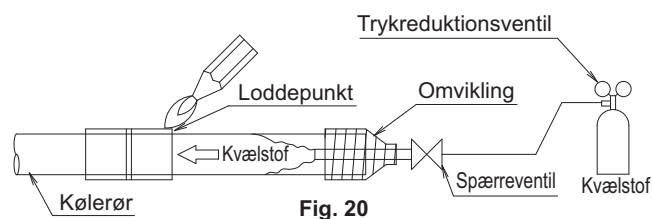

Fig. 20
- * Før man lodder kølerør, skal man lede kvælstof gennem kølerørene og erstatte luft med kvælstof. Herefter kan man fortsætte med loddearbejdet (BEM. 2). (Se fig. 20) Efter endt loddearbejde skal man samle kraveforbindelserne med indendørsenheden.